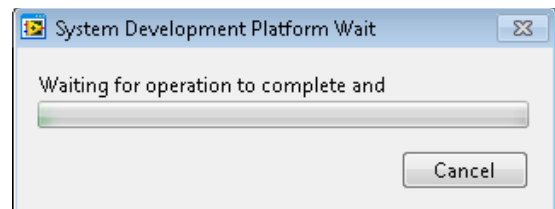

図 17. ソフトウェアの SDP-H1 ボードへの接続
4. ソフトウェアがボードに接続され、図 17 に示すメッセージを表示します。